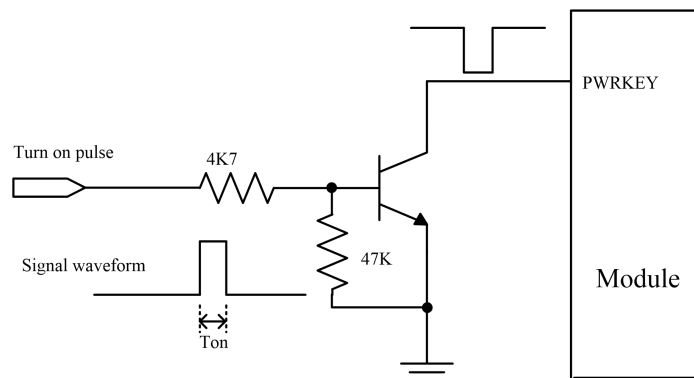
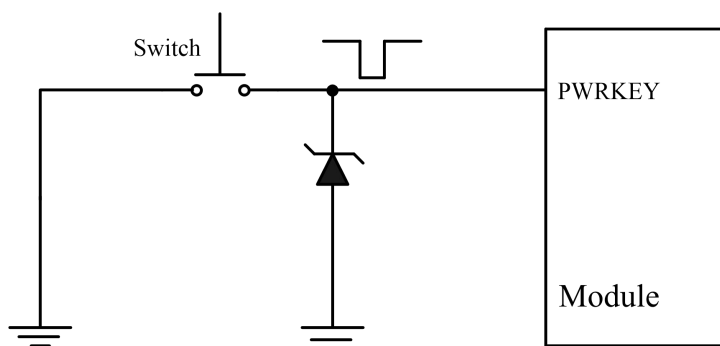

图 3-7 开集驱动开机参考电路
图 3-8 按键开机参考电路
- ✧ 通过 PWRKEY 执行关机操作类似于开机操作程序，包括开集驱动电路和按键开机电路（具体参见图 3-7，图 3-8）。